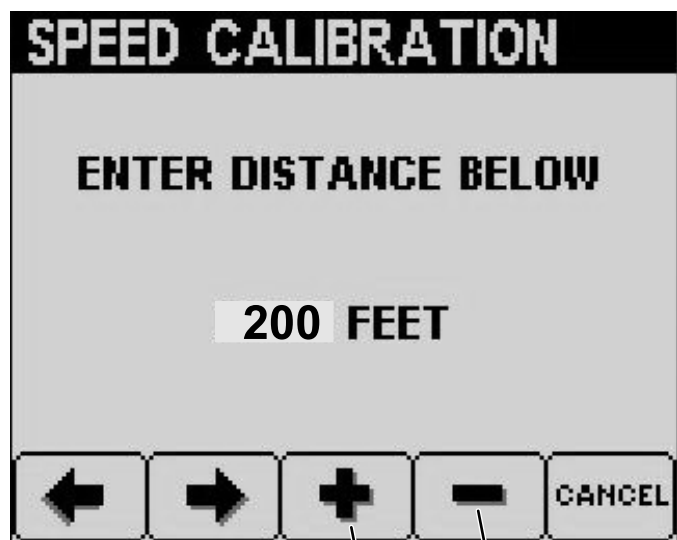

図 22
7. 希望距離を増加させるにはボタン3を押す。希望距離を減少させるにはボタン4を押す 図 22。